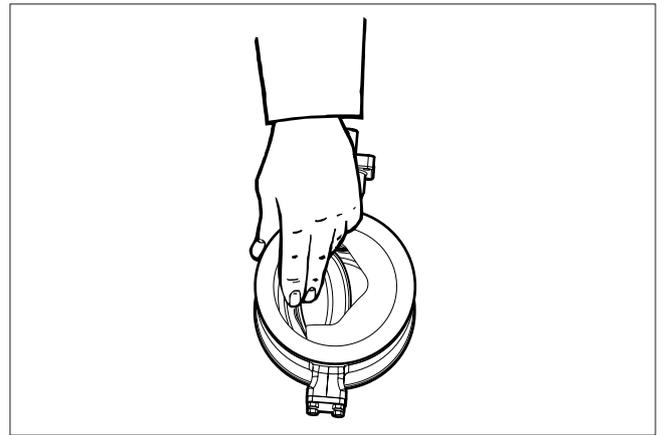

Fig. 27 Engagement du siège dans le corps
- Engager le bloc-siège dans le corps comme indiqué par les figures 27 et 28.